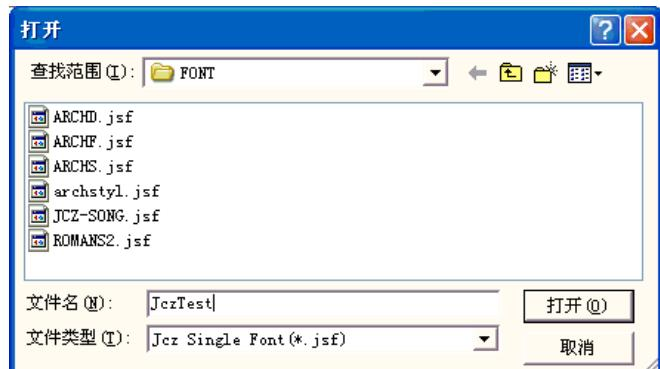

图 5-20 新建字库对话框
- 首先点击 jsf 字库名称按钮，并寻找 EzCad\font 目录，在文件名的编辑框中输入 JczTest，然后点击打开按钮。如图 5-20 所示。